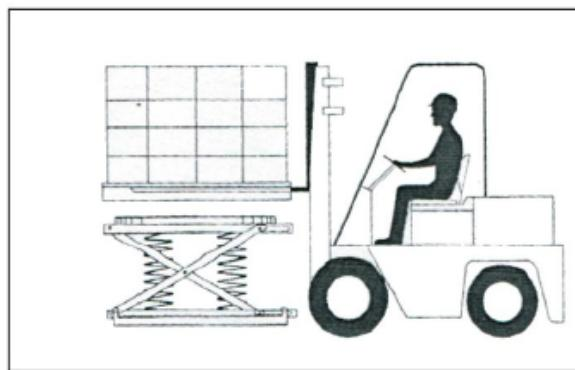

Fig. 11. Aflæsning med gaffeltruck
1. Kør gaflerne helt ind i pallen og løft pallen lige op, så den er helt fri fra pallebordet. Se fig. 11.